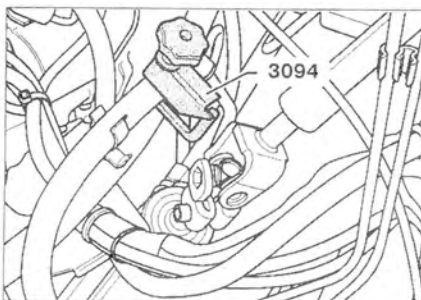

Рис. 7.10. Перекройте хомутом 3094 сливную трубку.
3. Перекройте хомутом 3094 сливную трубку (рис. 7.10).